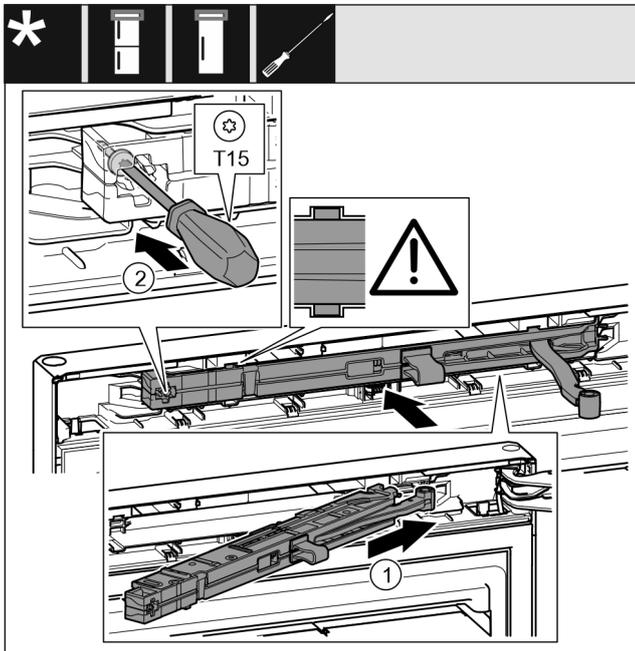

Fig. 25
- ▶ Introduzca la unidad de amortiguador de cierre en el lado del soporte de cojinete en posición inclinada en la escotadura hasta el tope. Fig. 25 (1)
- ▶ Apriete el tornillo con un destornillador T15. Fig. 25 (2)